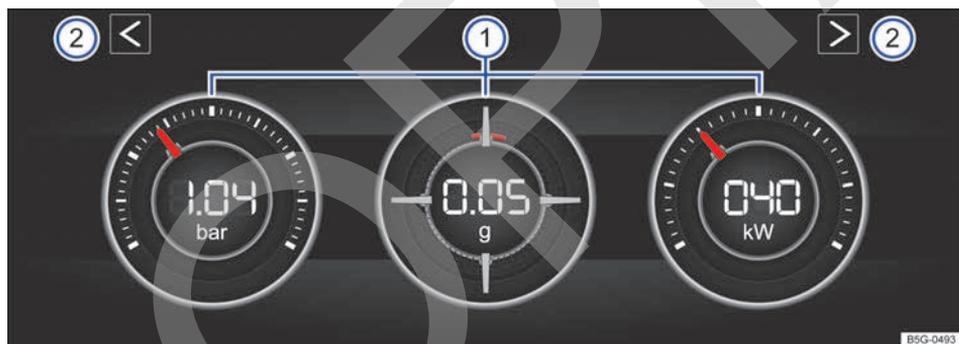
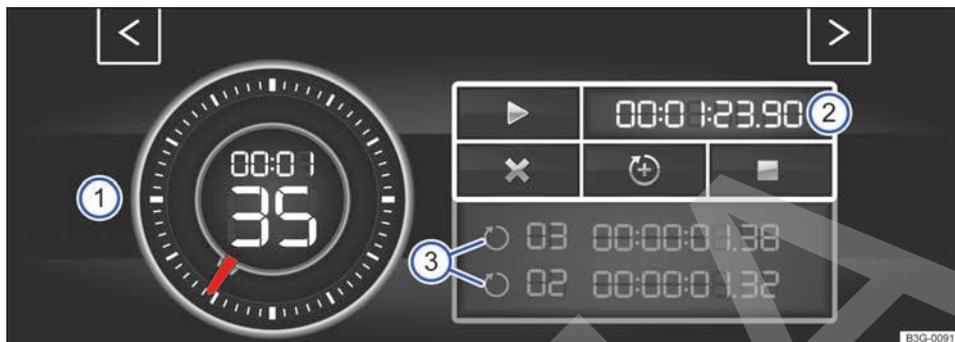
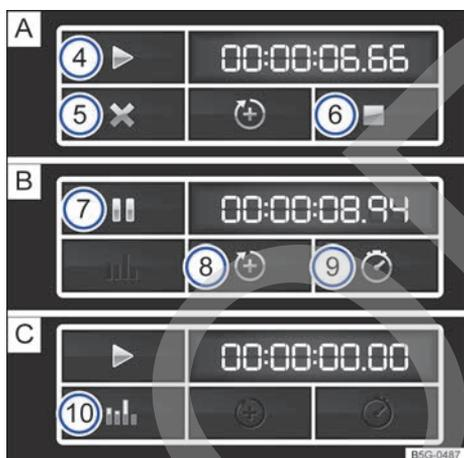

Fig. 29 En el sistema de infotainment: monitor de potencia.
Fig. 30 En el sistema de infotainment: cronómetro, botones de función y tiempos de las vueltas.
Fig. 31 Botones de función en el sistema de infotainment: cronometraje en caso de una vuelta **A** detenida, **B** en curso y **C** finalizada.
Legenda de la fig. 29
- ① Áreas de visualización.
- ② Flechas para cambiar al cronómetro.
Si desea cambiar entre el monitor de potencia y el cronómetro → pág. 47, pulse sobre una de las flechas que hay a la derecha y a la izquierda por encima de los instrumentos → fig. 29 ②.
La pantalla puede mostrar simultáneamente 3 instrumentos, como máximo. Todos los instrumentos se pueden seleccionar indistintamente para cualquier área de visualización → fig. 29 ① (izquierda, central y derecha).
- **Indicador de la presión de sobrealimentación:** este indicador → fig. 29 ① (a la izquierda) muestra la presión en el tramo comprendido entre el turbocompresor y el motor (en la unidad "bar"). Cuanto más a la derecha se encuentre la aguja en la escala, mayor será la potencia que entrega el motor.
- **Medidor de la aceleración (acelerómetro):** el medidor de la aceleración (acelerómetro) → fig. 29 ① (en el centro) muestra en la zona central el valor de la aceleración (en la unidad "g"). La marca roja de la zona con forma reticular muestra la fuerza de la aceleración y la dirección de la fuerza que actúa (en dirección opuesta según las leyes físicas). Si, p. ej., se gira hacia la izquierda, la marca roja se mueve en la zona derecha del instrumento (y viceversa). La marca roja se mueve hacia abajo cuando se acelera, y hacia arriba, cuando se frena. La fuerza de la aceleración se representa mediante la posición de la marca roja de dentro hacia fuera. Cuando aumenta la aceleración, la marca roja se aleja de la zona central.
- **Indicador de potencia:** el indicador de potencia → fig. 29 ① (a la derecha) muestra la potencia del motor solicitada en formato digital y en la escala circundante (en kW).
Leyenda de la → fig. 30 y → fig. 31
- En el monitor de potencia, pulse una de las flechas → fig. 29 ② para cambiar al cronómetro.
- En el monitor de potencia, pulse una de las flechas → fig. 29 ② para cambiar al cronómetro. ▶
Con las flechas → fig. 29 ② o → fig. 30 puede cambiar en todo momento entre el cronómetro y el monitor de potencia.
Iniciar o continuar el cronometraje	<p>Pulse el botón de función ► → fig. 31 A ④ para comenzar o continuar.</p> <p>Si el encendido está desconectado no es posible el cronometraje. Aparece un mensaje en la pantalla.</p> <p>Pulse Iniciar para comenzar con el cronometraje. El cronometraje comienza automáticamente en cuanto el vehículo se mueve marcha adelante.</p> <p>Solo es posible comenzar con una primera vuelta nueva si anteriormente se han puesto los datos de la estadística a cero.</p>
Finalizar el cronometraje	Pulse el botón de función de finalizar ■ → fig. 31 A ⑥.
Detener el cronometraje	Pulse el botón de función de pausa II → fig. 31 B ⑦.
Iniciar una nueva vuelta	<p>Pulse el botón de función → fig. 31 B ⑧ para añadir una nueva vuelta.</p> <p>Se guarda el tiempo de la última vuelta y se comienza una nueva vuelta. El tiempo total de las vueltas se muestra en la estadística.</p>
Interrumpir la vuelta actual	<p>Pulse el botón de función → fig. 31 A ⑤ para interrumpir la vuelta.</p> <p>En el caso de un cronometraje en curso, pulse el botón de función de pausa II B ⑦. El cronometraje se interrumpe y el tiempo de la vuelta se borra. En la estadística se muestra --: --:--:--.</p>
Mostrar tiempo intermedio	<p>Pulse el botón de función ⏸ → fig. 31 B ⑨ para visualizar el tiempo intermedio. El cronómetro → fig. 30 ① se detiene durante algunos segundos y se muestra el tiempo intermedio.</p>
Mostrar la estadística	<p>Una vez finalizado o interrumpido el cronometraje, pulse el botón de función → fig. 31 C ⑩ para ver la estadística.</p> <p>La estadística muestra el número de vueltas, el tiempo total, la vuelta más rápida y la más lenta, el promedio de todos los tiempos y los valores de todas las vueltas.</p> <p>Pulsando el botón de función ⏪ se vuelve al menú anterior.</p>
Poner a cero los datos de la estadística	<p>Pulse el botón de función → fig. 31 C ⑩ para visualizar la estadística. Borre los datos pulsando el botón de función Poner a cero.</p>